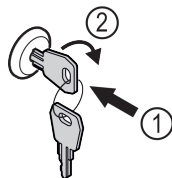

Fig. 150
- ▶ Vstavite ključ Fig. 150 (1).
- ▶ Ključ obrnite v smeri urnih kazalcev za 90° Fig. 150 (2).